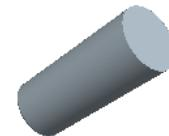

图 7.19 型芯
Step6. 在“属性”对话框中输入型芯模具元件体积块的名称core_mold,单击**着色**按钮,可以预览图7.19所示分割创建的型芯,单击**确定**按钮。